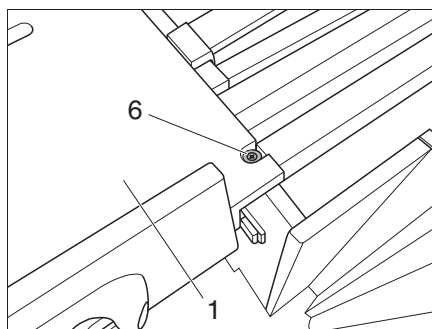

Bild 183 Arretierbolzen für den Auszug
- Auszug (Bild 183,1) im Arretierbolzen (Bild 183,6) sichern bzw. den Arretierbolzen (Bild 183,6) als Anschlag für den Auszug verwenden (grundrissabhängig).
- Auszug (Bild 183,1) aus dem Arretierbolzen (Bild 183,6) heben.